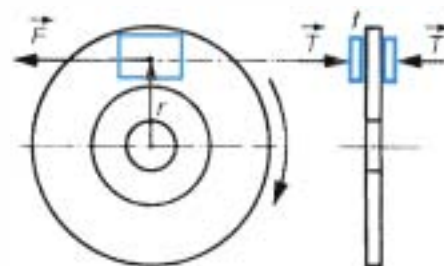

Figure 8.15 • Couple de freinage : $\mathcal{C} = Fr$ (avec $F = Tf$).
■ Qu'est-ce que le couple de freinage (figure 8.15) ?